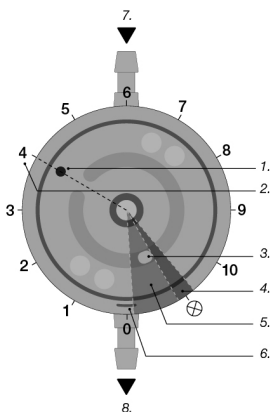

Fig. 10: Rappresentazione schematica del rotore nell'immagine radiologica
In questo caso, è decisiva la posizione dell'ingresso del canale (1) (Fig. 10), determinata dalla posizione del rotore.
zione dell'ingresso del canale (1) mostra il livello di riduzione del flusso impostato (2) (Fig. 10).
Per evitare di leggere il livello di riduzione del flusso dal lato sbagliato, il limite del rotore (3) serve come riferimento; guardando dall'alto sulla valvola impiantata, come mostrato in Fig. 10, il limite del rotore è visibile sul lato inferiore destro.